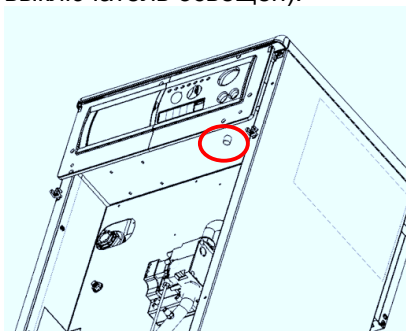

рис. 2
- \* нажать кнопку, расположенную на термостате, который контролирует правильный выброс газов (рис. 2)